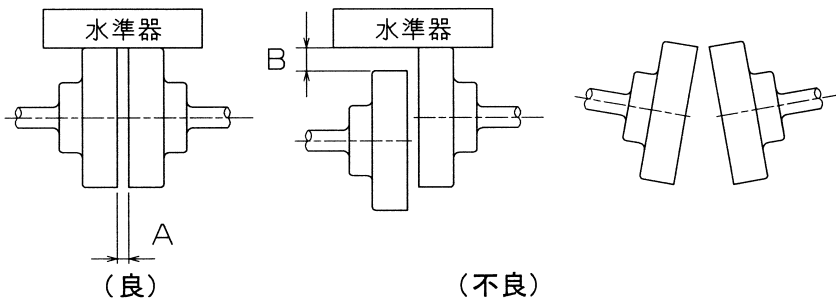

図12 カップリングの取付
- (1) 連結時は、ギヤードモータと相手機械の偏芯量は0.05mm以下になるようにしてください（図12参照）。フレキシブルカップリングをご使用していただくと便利です。